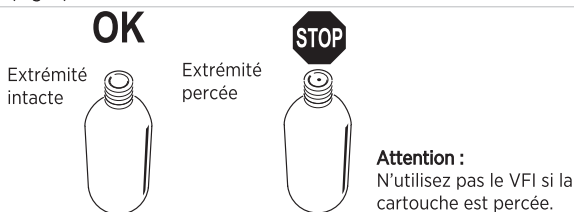

FIGURE 8 INSPECTER LA CARTOUCHE DE CO₂
Le gonflage se produira automatiquement en moins de dix secondes après que le système de gonflage soit submergé. La bobine se désintègre au contact de l'eau, libérant une aiguille actionnée par un ressort, qui percera la cartouche de CO₂ (Fig. 8) afin de gonfler le VFI.
9. Inspectez la nouvelle cartouche, Assurez-vous que l'extrémité de la cartouche de CO₂ n'a pas été percée. (Fig. 8).
3. Assurez-vous que l'extrémité de la nouvelle cartouche n'est pas percée (Fig. 8).
01. Retirez la bonbonne de CO₂ pour empêcher tout gonflage accidentel pouvant endommager votre VFI. Inspectez l'extrémité filetée de la bonbonne pour confirmer qu'elle est neuve (Fig. 8). Si le VFI est en mode automatique (capuchon gris), retirez le capuchon en le dévissant, ainsi que la bobine, sinon elle se désintégrera durant l'immersion.